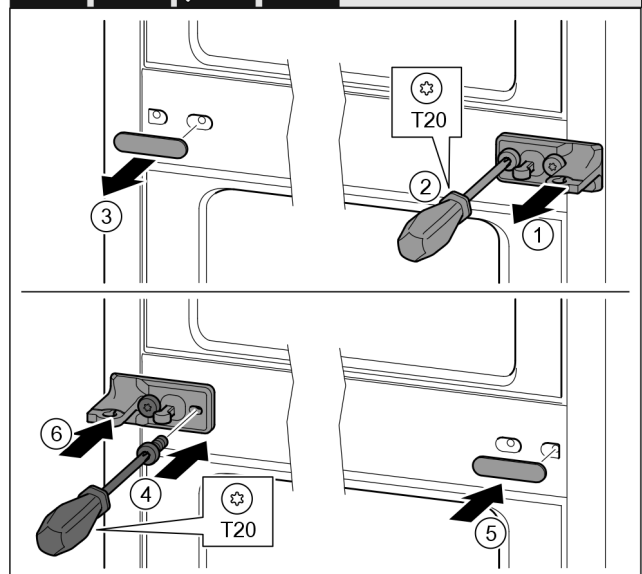

Fig. 12
- ▶ Hiqni kapakun Fig. 12 (1).
- ▶ Lironi vidat Fig. 12 (2) me një kaçavidë.
- ▶ Hiqni me kujdes kapakun mbulues Fig. 12 (3).
- ▶ Mbërtheni fort bazamentin mbështetës me pllakë Fig. 12 (4) në anën tjetër të rrotulluar me 180°.
- ▶ Vendosni kapakun mbulues Fig. 12 (5) në anën tjetër, të rrotulluar me 180°.
- ▶ Shtyni kapakun Fig. 12 (6) brenda nga përpara.